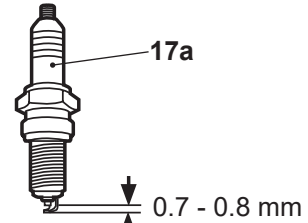

Fig. 33
6. Compruebe la calibración de la bujía. Debe ser de 0,7–0,8 mm (fig. 33).
8. Para reemplazar la bujía (17a), enrósquela primero a mano y luego apriétela ligeramente con la llave de bujías (30).